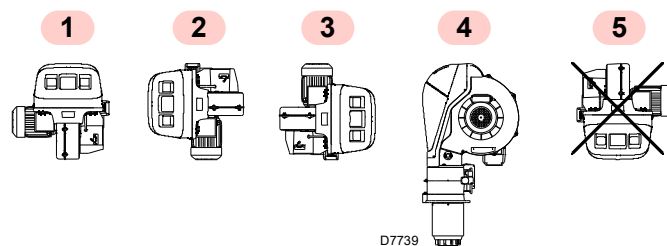

Fig. 14
- Arzătorul a fost pregătit exclusiv pentru funcționare în pozițiile 1, 2, 3 și 4 (Fig. 14).